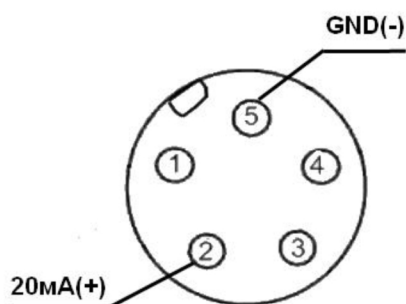

Рис.5.1
* **Подключение по методу токовой петли 20mA (см. рис.5.1):**